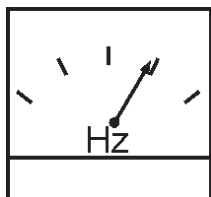

Figure 45. Fréquence
6. Le système de mesure de fréquence du générateur (Figure 45) doit afficher la fréquence de sortie du cycle 50 en **HERTZ**.